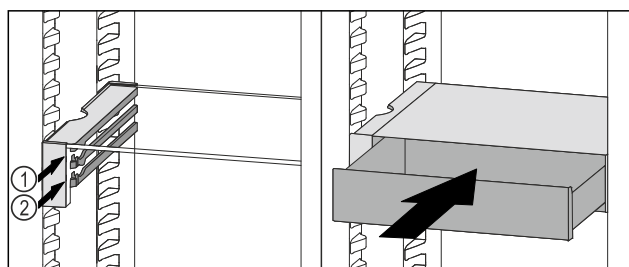

Fig. 106
- Placera VarioSafe-lådan bakom stoppklackarna på önskad list Fig. 106 (1) eller Fig. 106 (2).